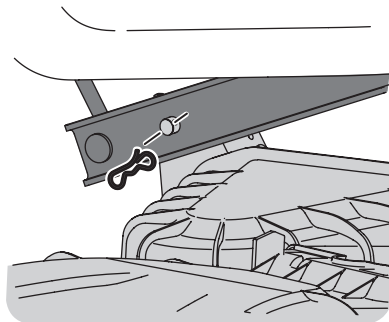

Figure 41
11. Placez-vous sur le côté gauche du plateau de coupe pour trouver la goupille située à l'arrière gauche. Voir Figure 41.
12. Retirez la goupille et faites sortir la goupille du bras de relevage. Voir Figure 41.